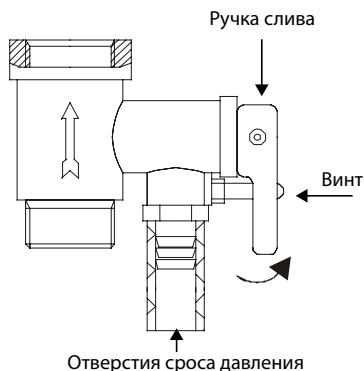

Рис. 9
4. На входной патрубок обозначенный голубым цветом и стрелкой направления течения воды накрутите предохранительный клапан так, чтобы течение воды совпадало с направлением стрелки на корпусе клапана. На отверстие сброса давления предохранительного клапана (см. рис.9) оденьте дренажную трубку для отвода воды (возможно появление при нагревании) в канализацию.
6. Воду можно слить через комбинированный предохранительный клапан (рис.9) (для этого открутите винт ручки слива комбинированного предохранительного клапана и переведите ручку слива в верхнее положение, при это кран выхода горячей воды должен быть открыт, а кран подачи холодной воды в водонагреватель должен быть перекрыт).